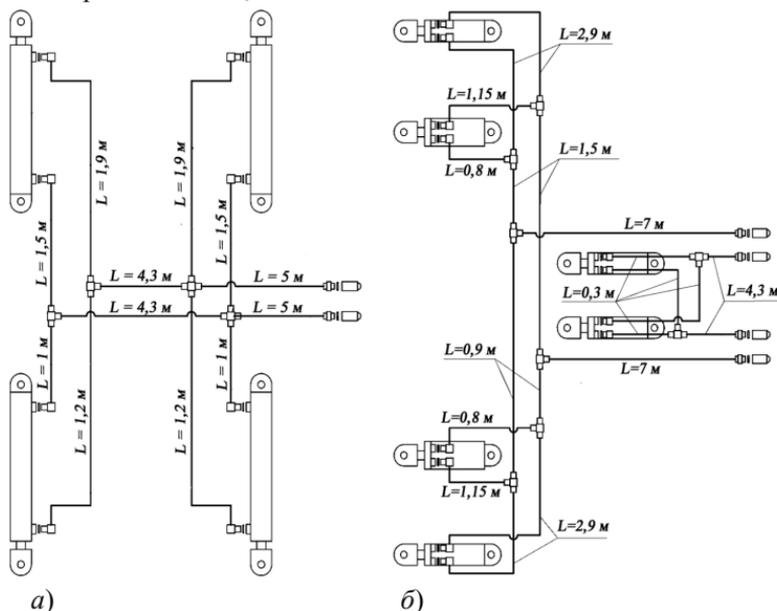

Рисунок 7.3.2 – Схема гидравлической системы: а) – подъем боковых секций; б) – заглубление и транспортное положение
13. Подключить гидросистему (рисунок 7.3.2).